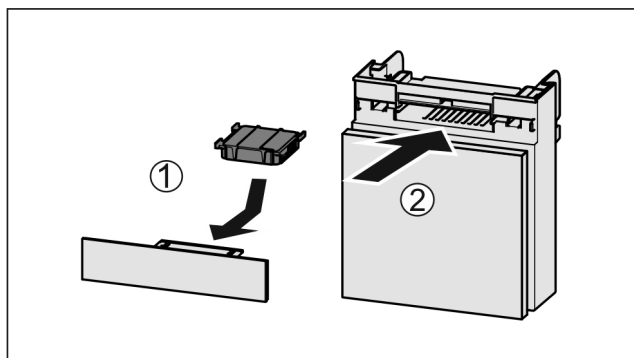

Fig. 158
- ▶ Wkładać Fig. 158 (1) filtr z węglem aktywowanym zgodnie z ilustracją.
- ▷ Filtr z węglem aktywowanym zatrzaskuje się. Gdy filtr z węglem aktywowanym jest skierowany w dół: ▶ Wsunąć komorę Fig. 158 (2).